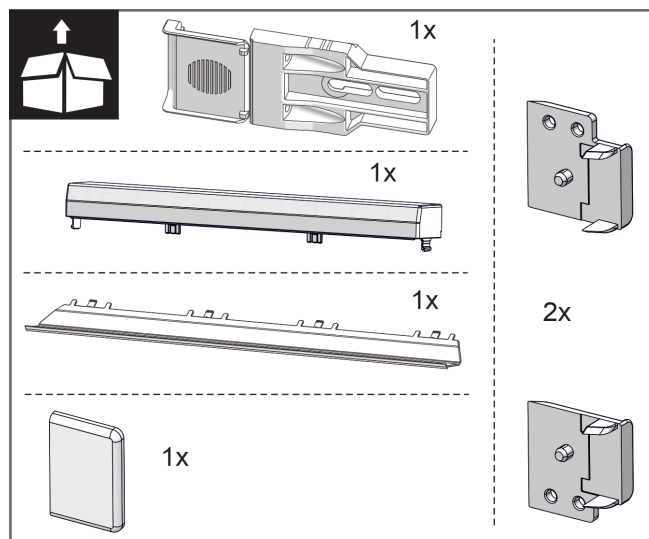
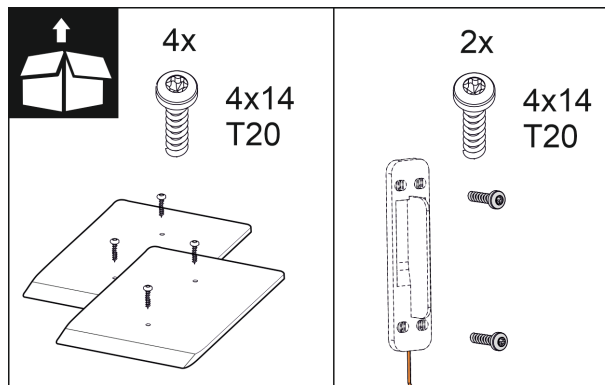

Fig. 11
Fig. 17
2. Meegeleverde montageonderdelen controleren. Fig. 11 () tot Fig. 17 ()
Montagedelen meegeleverd Fig. 11 () tot Fig. 17 ()